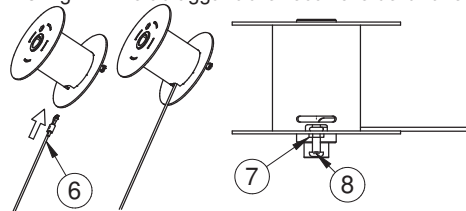

Fig. 4.4
4) Inserire la nuova fune (Rif.6 Fig. 4.4) nel foro e posizionare l'occhiello sotto il dado saldato sul tamburo (rif.7 fig. 4.4) e inserire la vite Rif.8 Fig.4.4 fino ad agganciare l'occhiello della fune